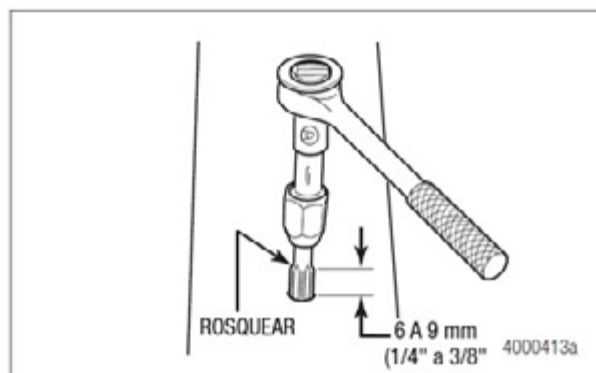

Figura 2.3
6. Use fluido de corte e um macho NPT de 1/8-27 de polegada para rosquear o furo, no eixo. Não passe o macho completamente pelo furo. Deixe de 6 a 9 mm (1/4 a 3/8 de polegada) das rosas do macho expostas. Figura 2.3.